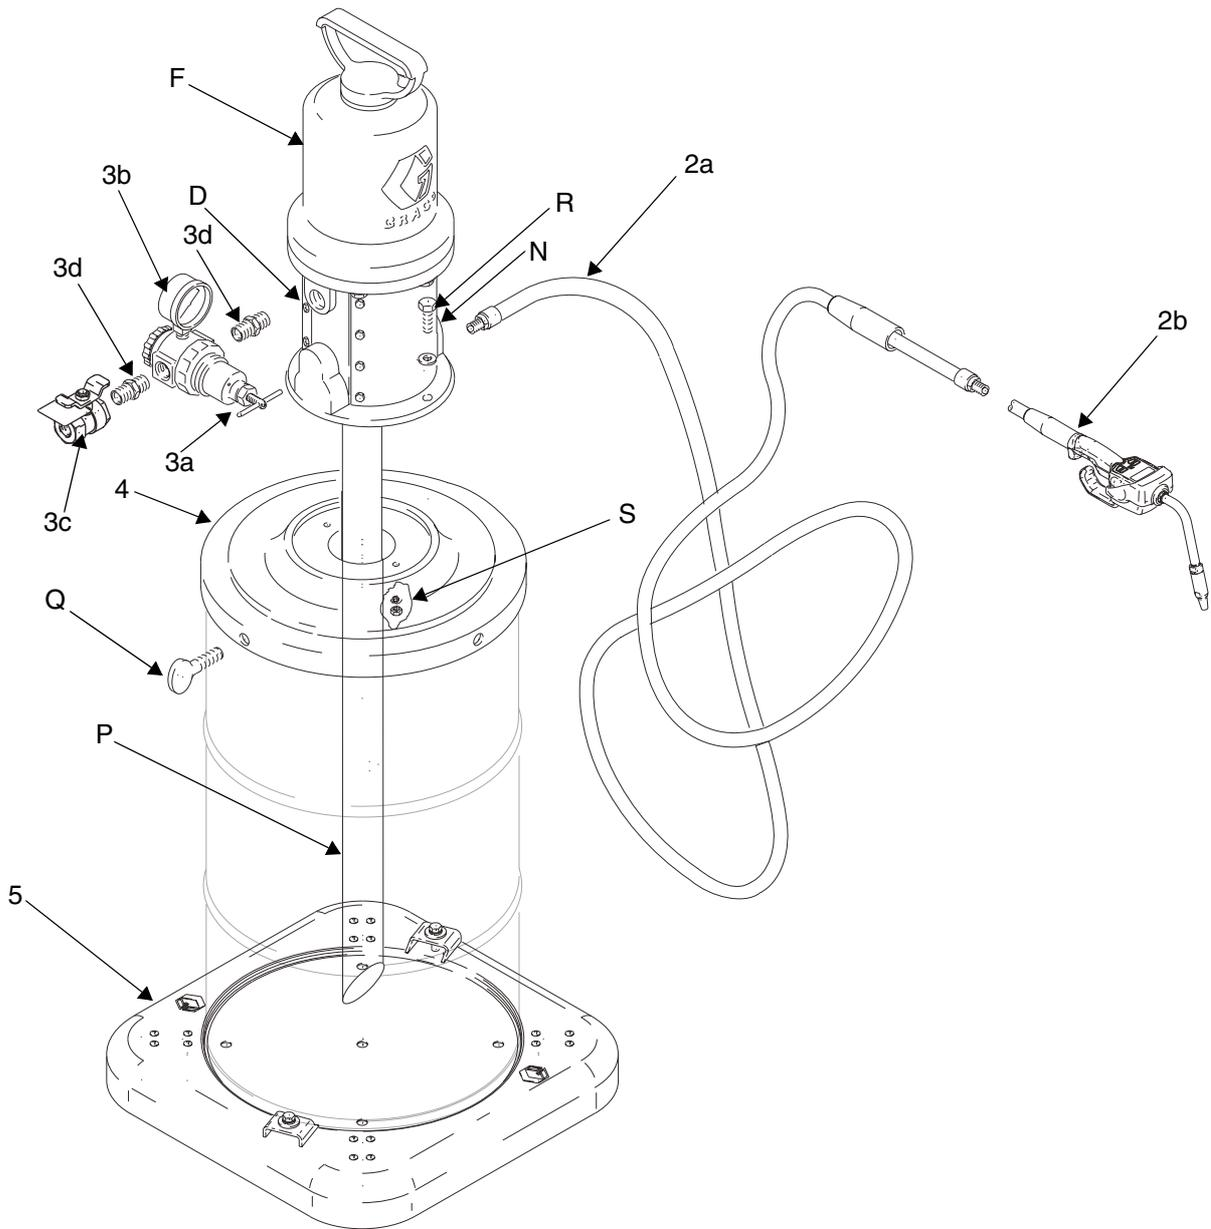

ABB. 4
1. Die Basis (5) wie in ABB. 4 gezeigt anbringen. Ein geöffnetes 60-l-Fass auf die Basis stellen und mit den Halteklemmen befestigen. Die Schrauben der Halteklemmen festziehen.
2. Bei 246903 die Verlängerungsleitung (P) in einem 45°-Winkel auf eine für die Größe des Fasses geeignete Länge zuschneiden. Nach der Installation